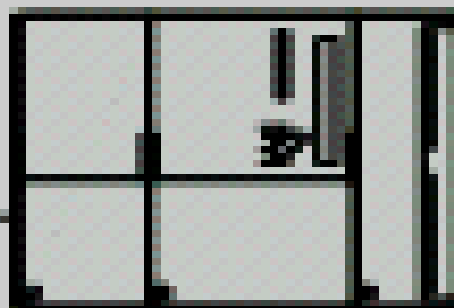

图7-8
- **MPI**允许主--主通讯和主--从通讯，参见图7-8。与一个**S7--200 CPU**通讯，**STEP 7--Micro/WIN**建立主--从连接。**MPI**协议不能与作为主站的**S7--200 CPU**通讯。